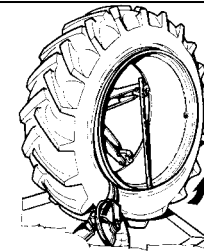

Fig.47
Move the tool towards the outside to apply the long tire bar (Fig.47).
6. Lever le bras porte-arbre de façon à éloigner l'outil du bord de la jante (2-3 cm) (1"). Déplacer l'outil vers l'extérieur de manière à insérer le levier soulève-talons long (Fig.47).